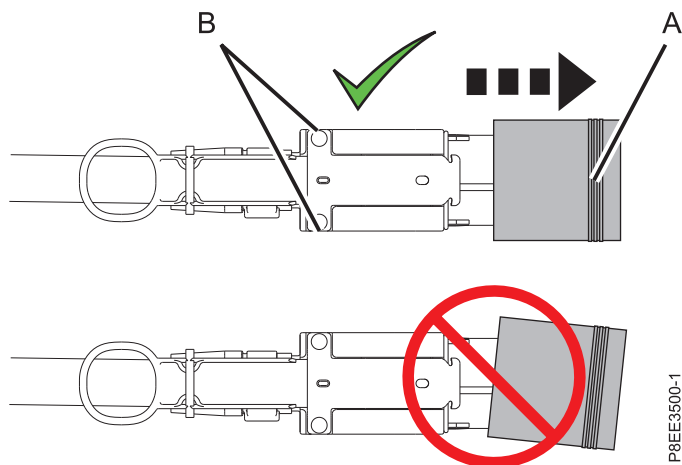

Abbildung 18. Schutzabdeckung vom Stecker des Kabels des Erweiterungseinschubs entfernen
- b. Entfernen Sie die Schutzabdeckung vom Stecker des Kabels des Erweiterungseinschubs. Halten Sie das Kabelgehäuse (**B**) an den kurzen Kanten mit Daumen und Zeigefinger einer Hand. Dann greifen Sie die Abdeckung an der langen Kante (**A**) mit Zeigefinger und Daumen der anderen Hand und ziehen die Schutzabdeckung ab. Siehe Abb. 18 auf Seite 25.